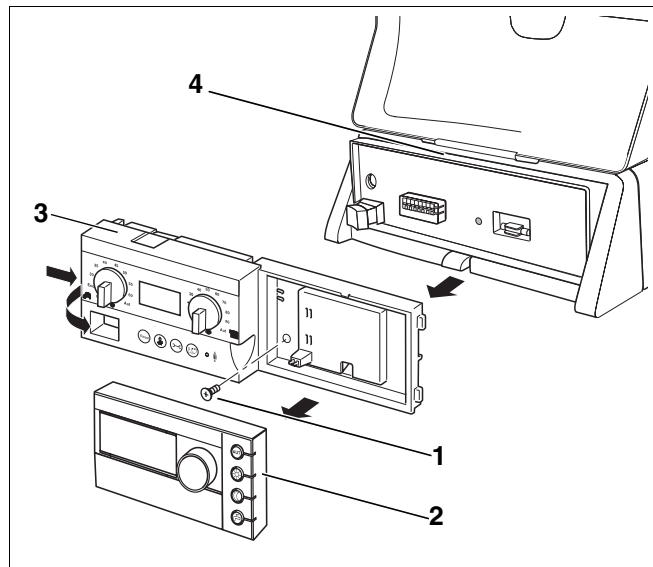

Abb. 3 RC30/BC10 demontieren (Prinzipabbildung)
- Bedieneinheit RC30 (Abb. 3, **Pos. 2**) abnehmen und Sicherungsschraube (Abb. 3, **Pos. 1**, falls vorhanden) lösen.
- Entriegelungslasche am Basiscontroller BC10 drücken und Basiscontroller BC10 in Pfeilrichtung von der Grundplatte nehmen (Abb. 3).